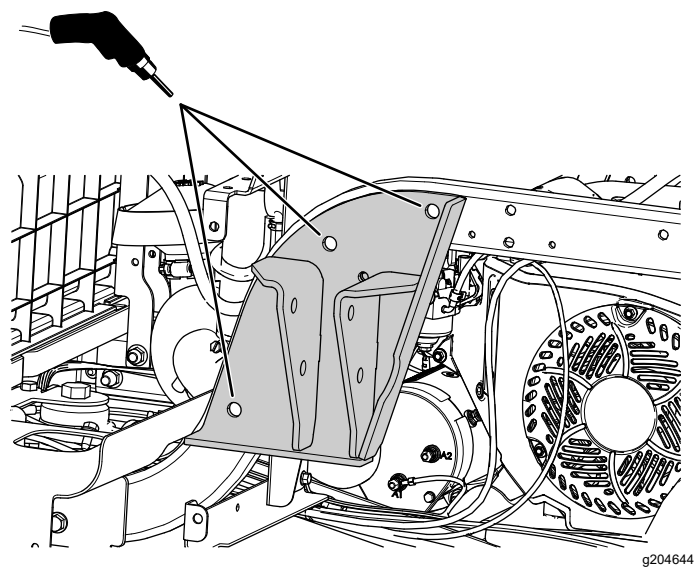

图 21
4. 使用 ROPS 支架作为导板在机架上钻出 3 个 13.5mm 直径的孔 图 21。